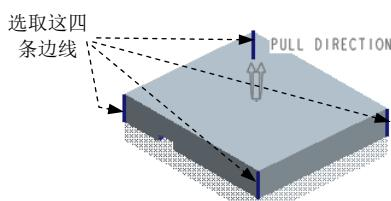
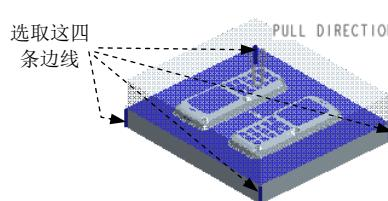

图 31.53 定义倒圆角对象
图 31.54 定义倒圆角对象
Step4. 定义模具型腔。在模型树中右击 **PHONE_COVER_MOLD.ASM**，在弹出的快捷菜单中选择 **打开** 命令；在模型树中选择上模零件 **UPPER_VOL.PRT** 并右击，在弹出的快捷菜单中选择 **激活** 命令。单击 **模具** 功能选项卡 **设计特征** 区域中的按钮 ，此时系统弹出“倒圆角”操控板，选择图 31.53 所示的四条边线为倒圆角对象，圆角半径值为 5；在模型树中选择下模零件 **LOWER_VOL.PRT** 并右击，在弹出的快捷菜单中选择 **激活** 命令。单击 **模具** 功能选项卡 **设计特征** 区域中的按钮 ，此时系统弹出“倒圆角”操控板，选择图 31.54 所示的四条边线为倒圆角对象，圆角半径值为 5；选择下拉菜单 **文件** → 命令。